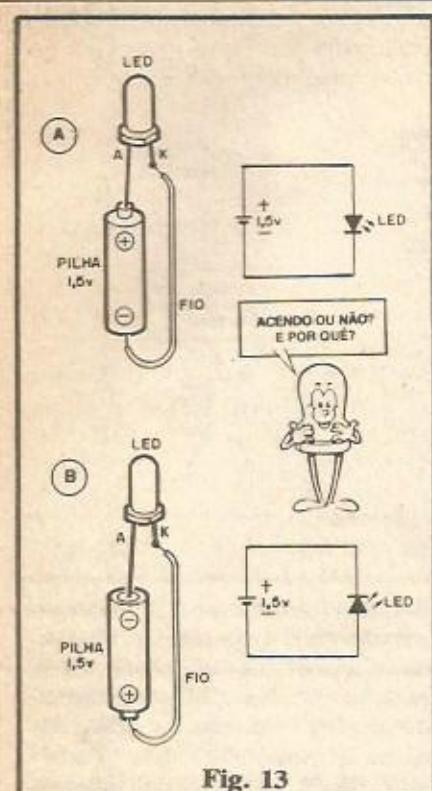

Fig. 13
- FIG. 13-A - Usando somente um LED, uma pilha pequena de 1,5V e um pedacinho de fio, interliguem provisoriamente (basta um contato manual, sem solda...) os componentes como mostra a figura (e diagrama o esqueminha...). O LED acende ou não? E por quê?
- FIG. 13-B - Mantendo o mesmo conjunto, inverta a posição (polaridade) da única pilha... O LED, agora, acende ou não? Por quê?